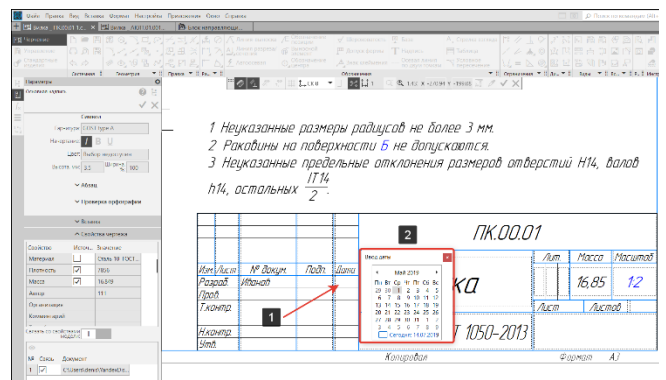

Рисунок 288 – Ввод даты
- При двойном щелчке в графе Дата (1) (Рисунок 288) откроется окно Календарь (2), в котором можно выбрать дату разработки чертежа.